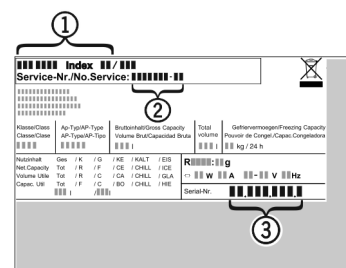

Fig. 15
- Lugege tüübisildilt seadme nimetus Fig. 15 (1), teenindusnr Fig. 15 (2) ja seerianr Fig. 15 (3). Tüübisildil asub seadme vasakul siseseinal.
- Teavitage klienditeenindust ja edastage viga, seadme nimetus Fig. 15 (1), teenindusnr Fig. 15 (2) ja seerianr Fig. 15 (3).